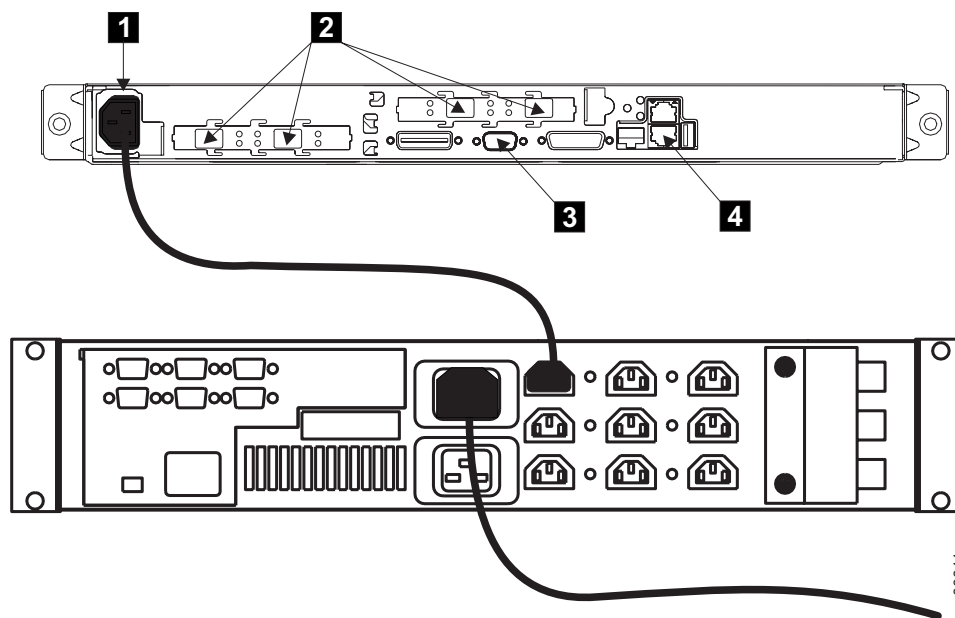

図5. SAN ボリューム・コントローラー 2145-4F2 および 2145 UPS 用の電源ケーブルとシグナル・ソケット
2. 電源ケーブルが 2145 UPS に差し込まれていることを確認します。また、電源ケーブルのもう一方の端が 2145 UPS からラック内の配分点に接続されていることを確認します。 xxvii ページの図 5 は、SAN ボリューム・コントローラ